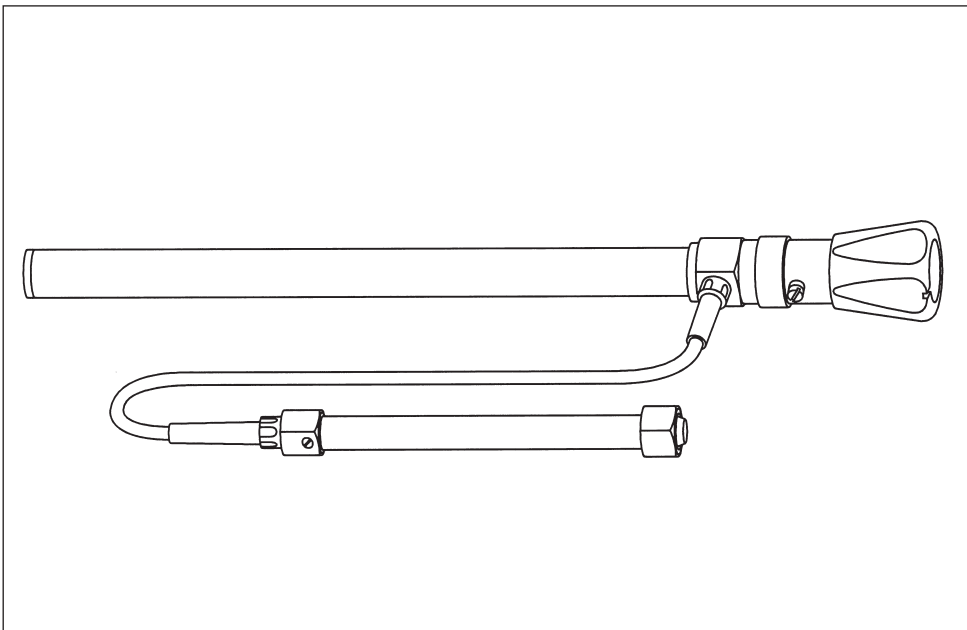

Fig. 2 - Рис. 2
- температурный датчик, расположенный в емкости в специальном кармане (термометрическая система – рис. 2 и 3).